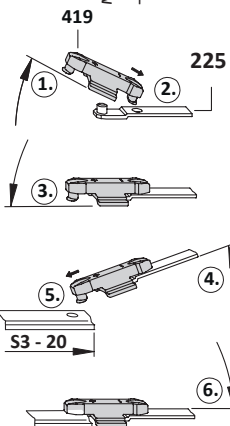

Рис. 3
Указание по установке ножничного шпингалета MV (419) с ножницами Тип. 2 пр./лев. ALU axhent PLUS (225) и для тяги S3 (Рис. 3).